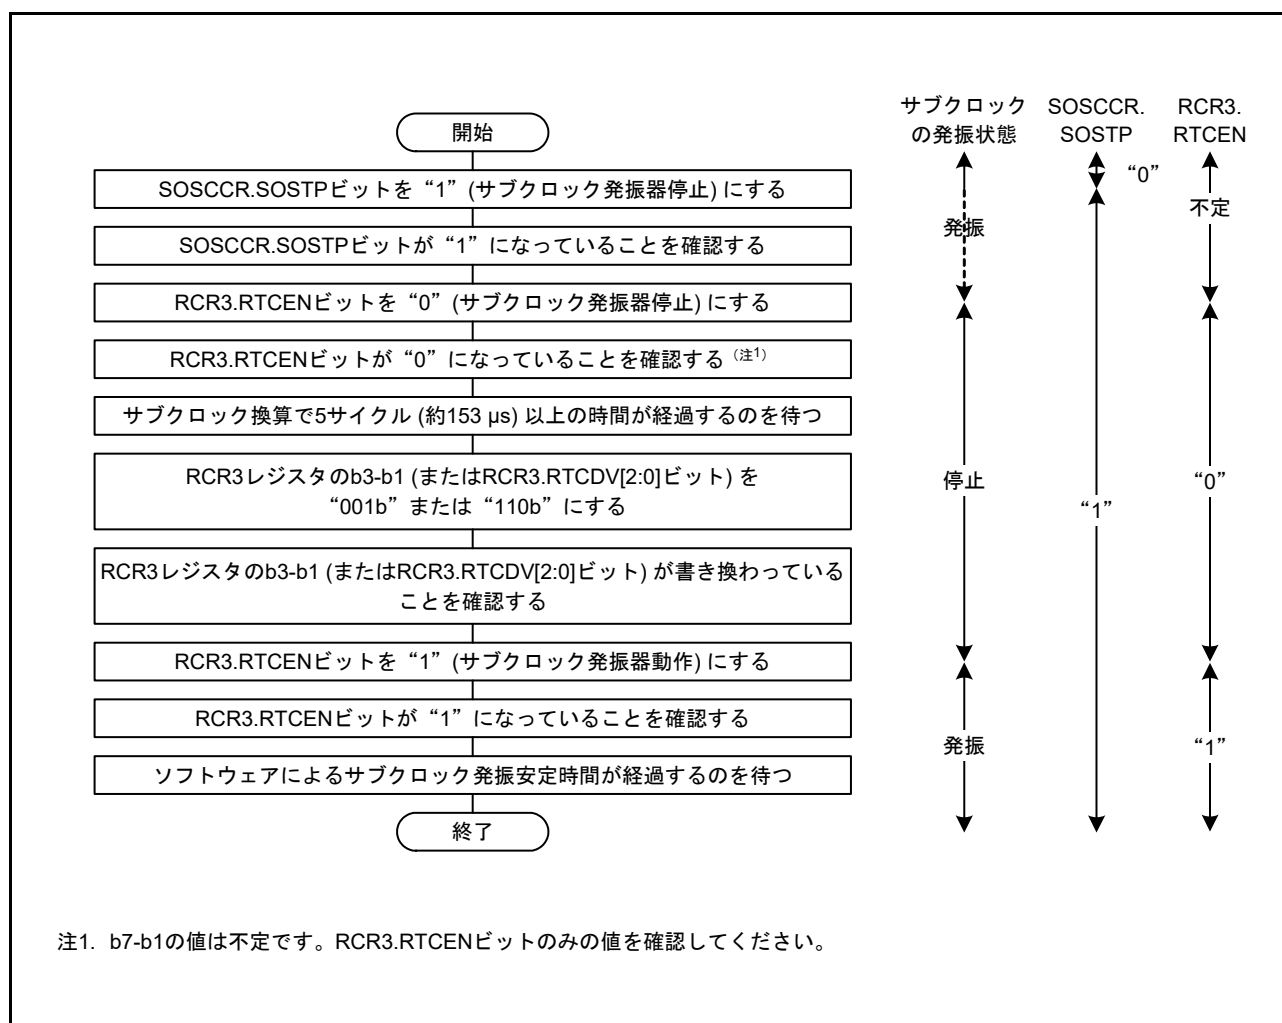

図 9.16 サブクロックをリアルタイムクロックのカウンタソースのみに使用する場合の初期化フローチャート例
- サブクロックをリアルタイムクロックのカウンタソースのみに使用する場合は、図 9.16 のフローチャートの例に従って初期設定してください。その後、「28.3.2 クロックとカウンタモード設定手順」に記載されたクロック設定手順に従って設定してください。